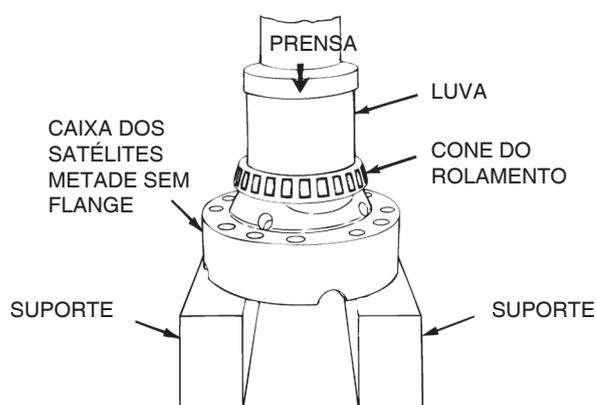

Figura 5.21
8. Use uma prensa e uma luva de dimensões adequadas para instalar os cones dos rolamentos em ambas as metades da caixa dos satélites. Figura 5.21.